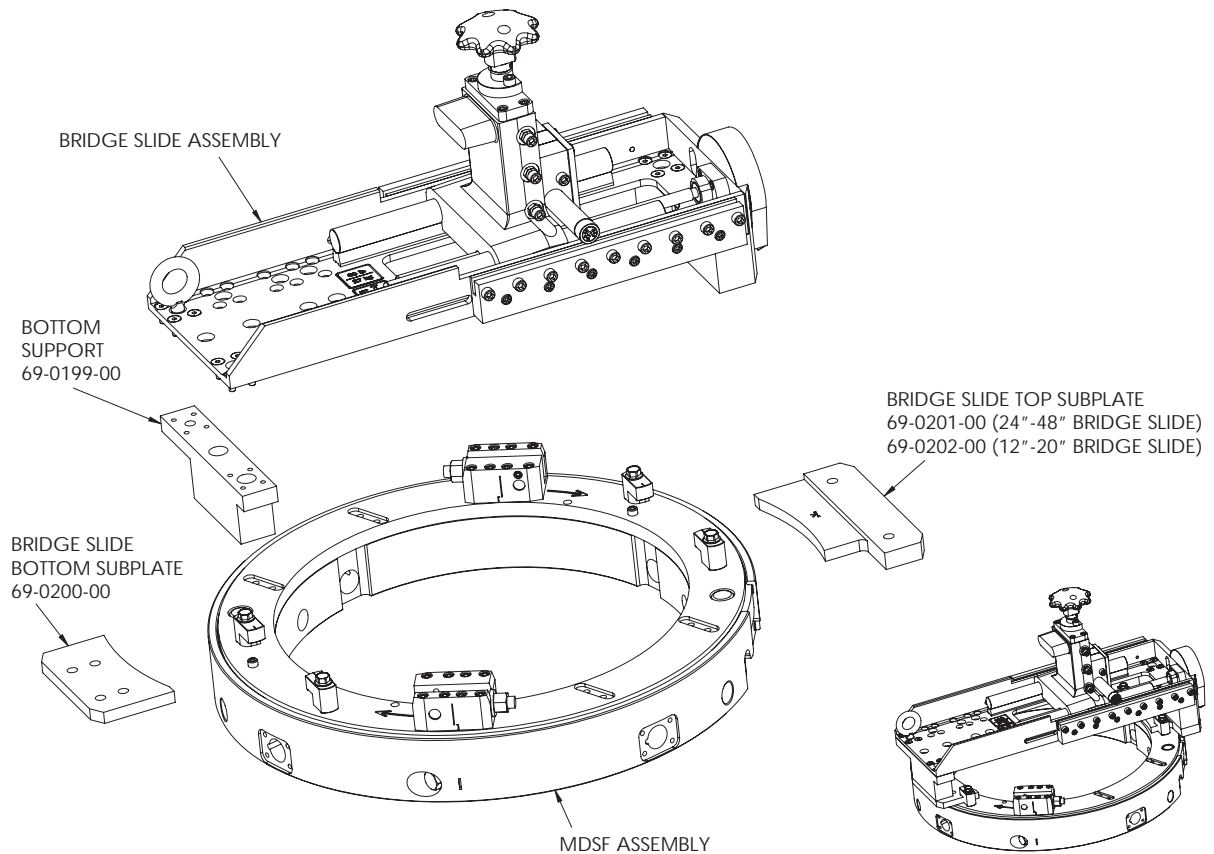

Figura 8-2. Monte la corredera de puente en MDSF como se muestra.
3. Monte la placa de conexiones inferior y la placa de conexiones superior de la corredera de puente en MDSF en las posiciones de montaje de corredera, como se ilustra en la Figura 8-2.